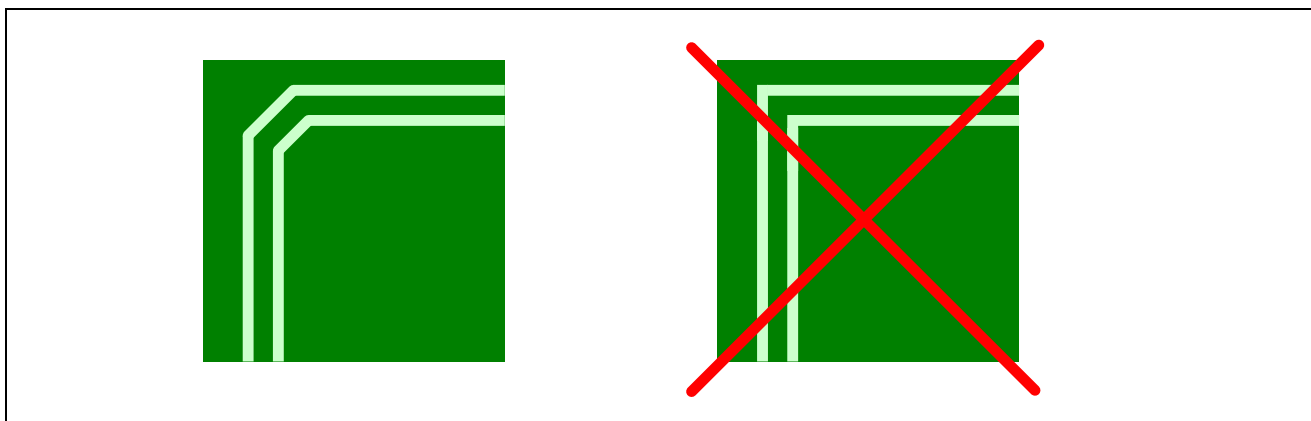

図6.7 差動信号伝送路の配線例 (2)
- 配線を曲げる際には 135 度より大きい角度にしてください。(図6.7 差動信号伝送路の配線例 (2))